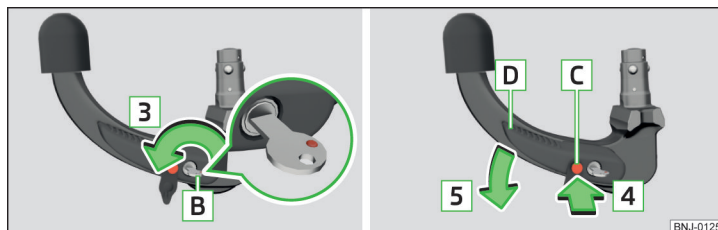

Fig. 152 Desbloquear la cerradura/ introducir el perno de activación y presione la palanca de mando
- Gire la llave **B** en el sentido de la flecha **3** de manera que la marca roja muestra hacia arriba » **fig. 152**.